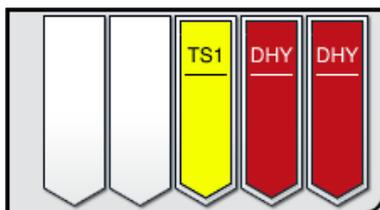

Fig. 85
- Cuando una cesta completa el proceso de tinción, es transportada al cajón de descarga (→ "Fig. 19-4") y depositada en una posición disponible (→ "Fig. 85"). Se informa al usuario de lo anterior mediante un mensaje de información y una señal acústica.